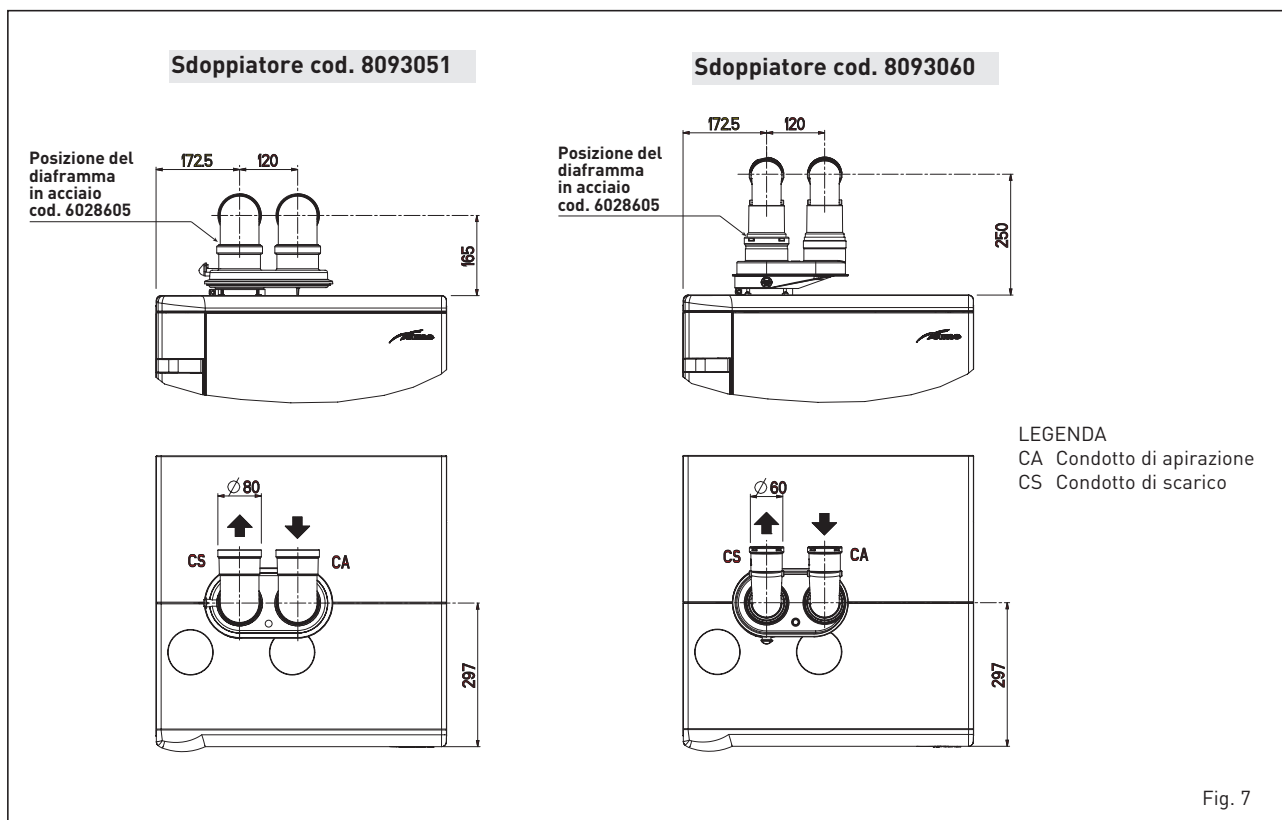

Fig. 7
2.6 INSTALLAZIONE CONDOTTI SEPARATI ø 80 - ø 60 (fig. 7- fig. 8)
Lo sdoppiatore aria/fumi consente di separare i condotti di scarico fumi e aspirazione aria (fig. 7):
ATTENZIONE: Le caldaie vengono fornite con un diaframma in acciaio cod. 6028605 da posizionare sullo scarico dello sdoppiatore (fig. 7) quando la perdita di carico totale dei condotti separati risulta inferiore a 9 mm H₂O (con perdite di carico totali superiori a 9 mm H₂O fino a 15 mm H₂O non utilizzare il diaframma).